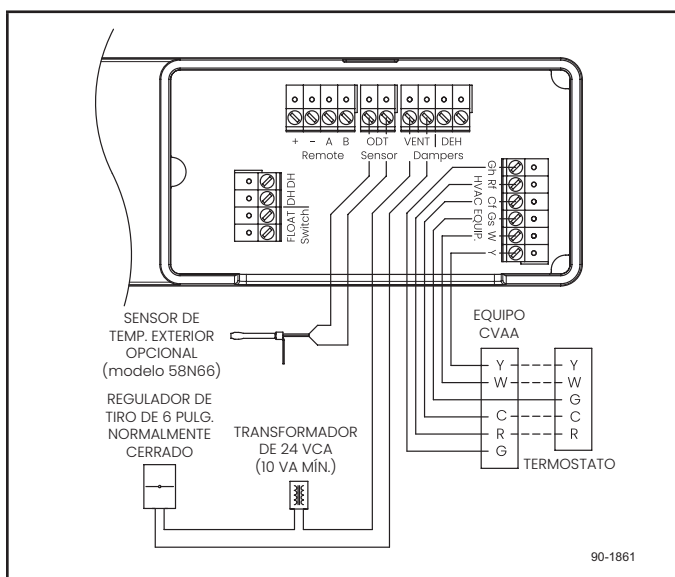

Figura 28. Cableado de la ventilación
Cuando se realiza el cableado como se muestra en la **Figura 28**, el regulador de tiro de ventilación se abrirá siempre que haya demanda de calefacción (W), enfriamiento (Y) o ventilación (Gs) desde el sistema de CVAA, lo que permite el ingreso de aire fresco cuando el soplador de CVAA esté funcionando (consulte la sección **Ventilación con control externo** a continuación para conocer las excepciones). El regulador de tiro de ventilación también se abrirá si el deshumidificador está funcionando. Se mostrará **VENTILATING** (Ventilación) en el control del deshumidificador cuando el aparato esté ventilando de forma activa. Cuando la demanda de CVAA finalice, el deshumidificador se detendrá; o bien, después de que se haya cumplido el tiempo de ventilación establecido, el regulador de tiro de ventilación se cerrará.